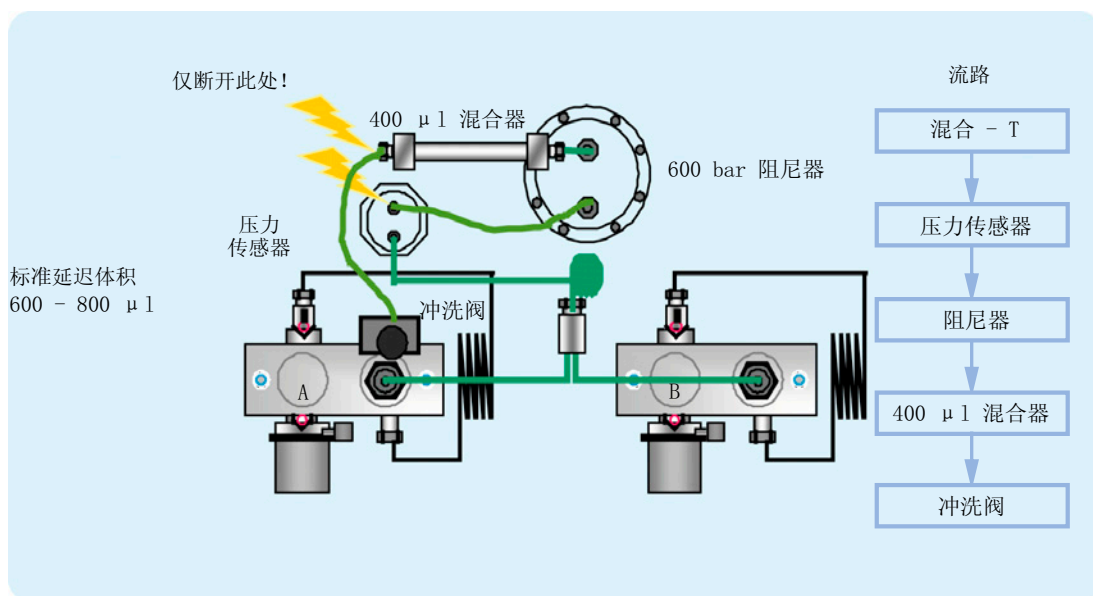

图 15 内径为 3 和 4.6 mm 的色谱柱、最高 UV 灵敏度的标准延迟体积配置
- 对于内径为 4.6 mm 的色谱柱，应对泵使用标准延迟配置，请参阅“第 45 页的图 15”。